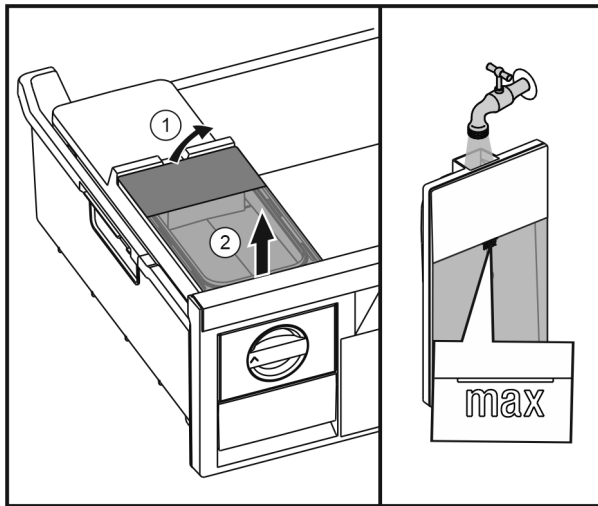

Fig. 34
- ▶ Поднять бак для воды сзади Fig. 34 (1) и извлечь движением вверх Fig. 34 (2).